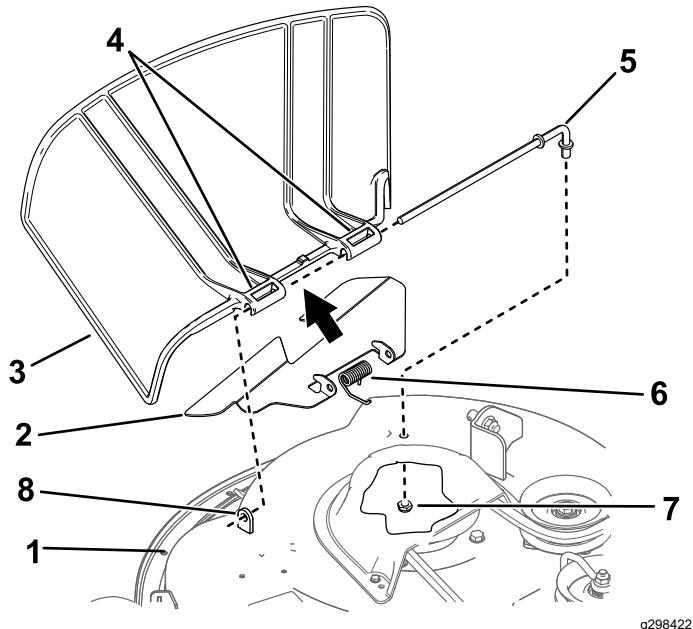

Figure 74
1. Retirez l'écrou ($\frac{3}{8}$ ") de la tige, sous le plateau de coupe (Figure 74).
2. Sortez la tige de la courte cheville de positionnement, du ressort et du déflecteur d'herbe (Figure 74).
4. Montez le nouveau déflecteur d'herbe (Figure 74).
7. Insérez la tige dans le second pivot du déflecteur d'herbe (Figure 74).
9. Fixez l'extrémité arrière de la tige dans le plateau de coupe à l'aide d'un écrou (3/8"), comme montré à la Figure 74.